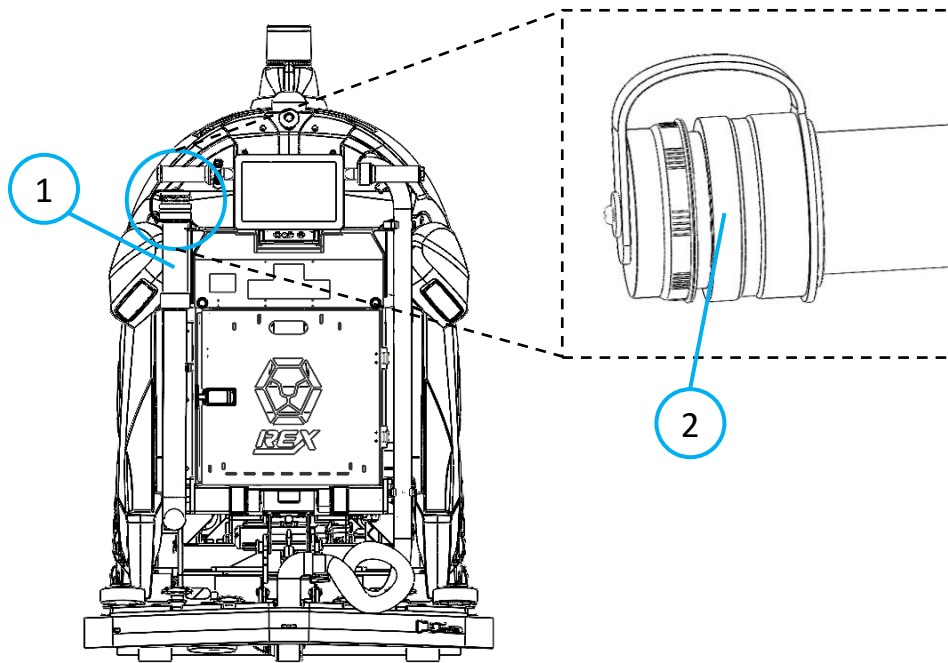

Fig. 1
1. Démontez le tuyau de vidange manuelle (Fig 1 - 1) des crochets prévus à cet effet.
2. Dirigez le tuyau vers une bouche d'égout ou un endroit désigné pour l'élimination des déchets et débouchez le tuyau (Fig 1 - 2).